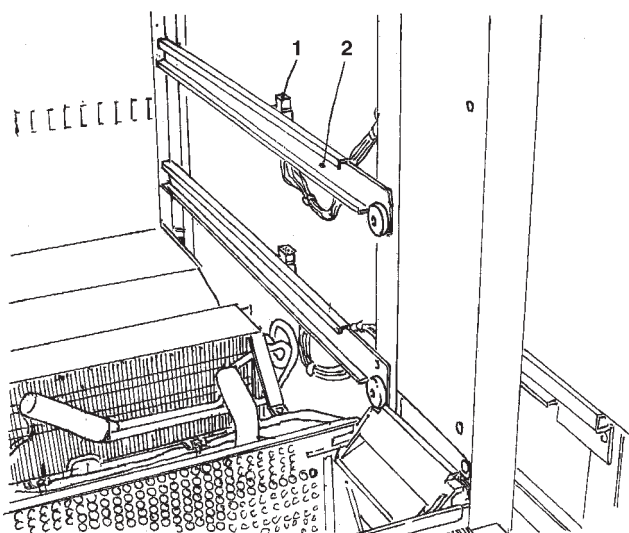

Fig. 25
- Spostare le guide (vedi fig. 25) poste sui supporti laterali tranne le prime in basso che rimangono nella stessa posizione.